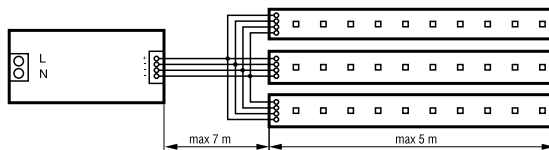

Рис.1
- К одному каналу RGB-контроллера не рекомендуется подключать последовательно более 5 метров светодиодной ленты. Для подключения нагрузки высокой мощности сечение провода должно соответствовать расчетному значению сечения для максимального потребляемого тока нагрузки. Каждые дополнительные 5 метров светодиодной ленты рекомендуется подключать параллельно отдельным проводом к RGB-контроллеру, как показано на Рис.1.